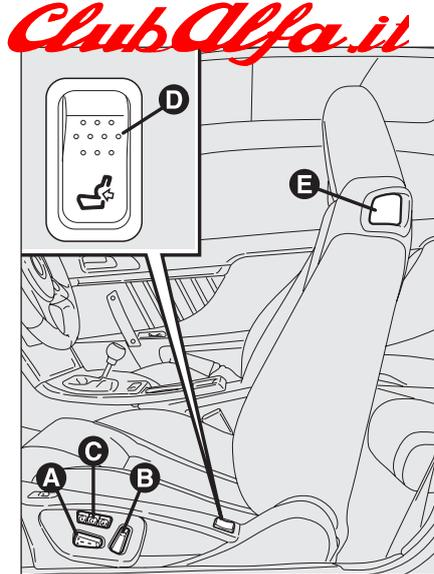

fig. 26
SEDILI CON REGOLAZIONE ELETTRICA (ove previsti) fig. 26
- mantenere premuto per almeno 3 secondi uno dei pulsanti **C-fig. 26** (vedere paragrafo "Sedili" in questo capitolo).